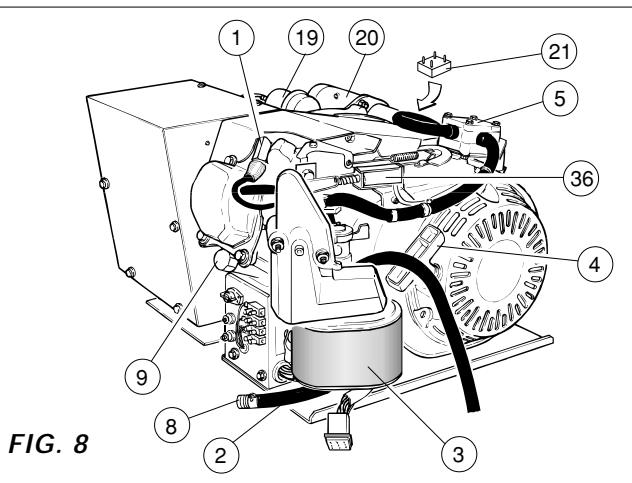

FIG. 8
- 1 Quite el niple de la bujía (pos. 1 fig. 8) y por medio de una llave quite la bujía.